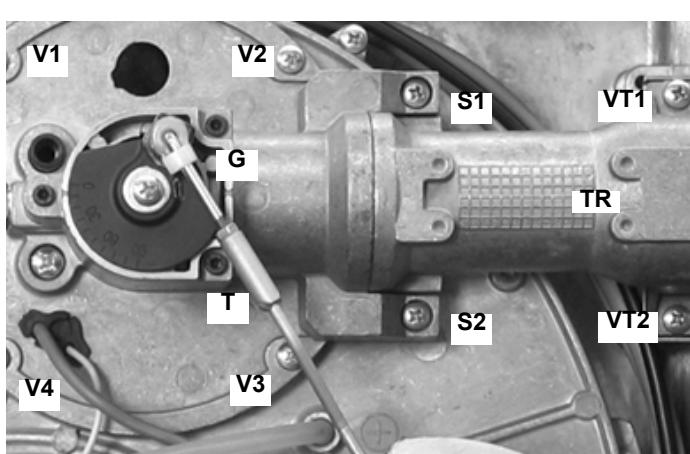
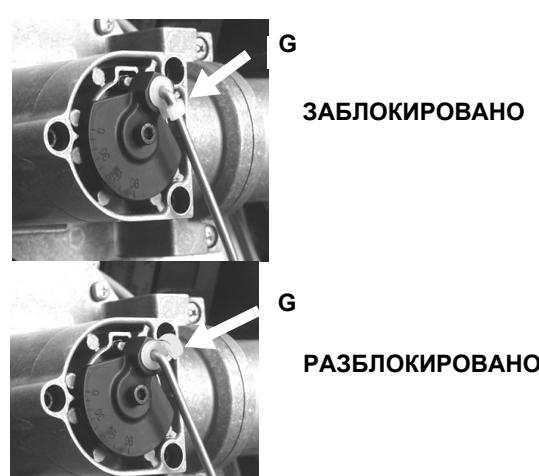

Рис. 65
Рис. 66
- Снятие, контроль и очистка головки сгорания (см. Рис. 65 и последующие рисунки)
- 1 Разблокировать с помощью пластмассового фиксатора **G**, болт **T** (Рис. 65 - Рис. 66) регулирования дроссельного газового клапана и вынуть его из гнезда, вытянув наружу.
- 2 Снять винты **V1**, **V2**, **V3**, **V4** и пару винтов **S1** и **S2** (Рис. 65).